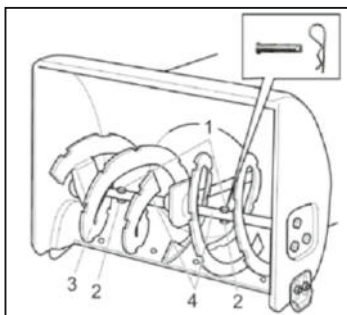

Рис. 42
11.9. Замена срезных пальцев шнека (рис. 42)